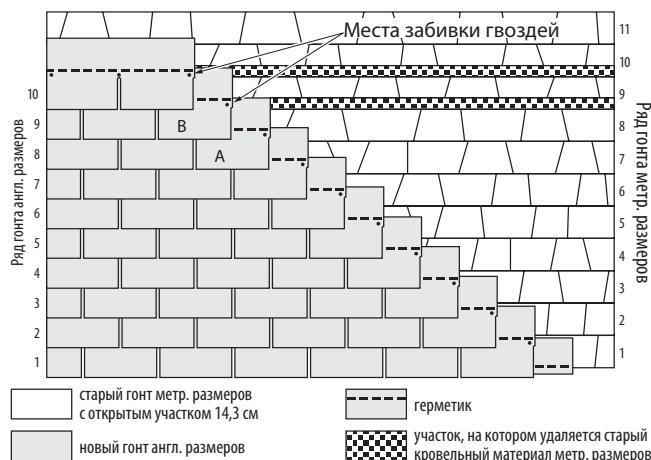

Рис. 10-23. Укладка гонтов стандартных размеров 30,5 x 91,4 см поверх старых гонтов метрических размеров.
На стандартном гонте метрических размеров обычно остаётся открытый участок величиной 14,3 см. На иллюстрации (Рис. 10-23) показано идеализированное представление метода укладки гонта английских размеров 30,5x91,4 см поверх существующей кровли.
Для того чтобы устранить эту проблему, необходимо отрезать и удалить в восьмом ряду гонта метрических размеров примерно 5 см от передней кромки следующего гонта метрических размеров вверх по крыше, чтобы гонт английских размеров можно было уложить ровно встык. Отрежьте аналогичным образом гонты метрических размеров в девятом ряду; гонты 10-го ряда могут естественным образом лечь встык с кромкой вышележащих гонтов (Рис. 10-23).
**ПРИМЕЧАНИЕ:** На практике величина открытых участков гонта будет различаться, поэтому приведённые выше инструкции могут претерпеть изменения. Используйте следующий **практический метод**: каждый раз, когда верхняя кромка гонта метрических размеров перекрывает внахлест никкою кромку в ряду гонта метрических размеров менее чем на 3,8 см, как показано на гонтах «A» и «B» на Рис. 10-23, обрезайте гонт метрических размеров на 5 см (или другую необходимую величину), чтобы верхняя кромка гонта английских размеров ровно ложилась под него встык.